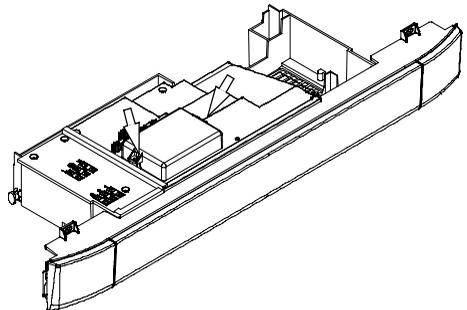

fig. 5.11
Svitare le viti e rimuovere il coperchio copri morsettieria fig. 5.11
- Togliere le due viti indicate in fig. 5.11 e aprire il coperchio della morsetteria collegamento sonda esterna e comando remoto.